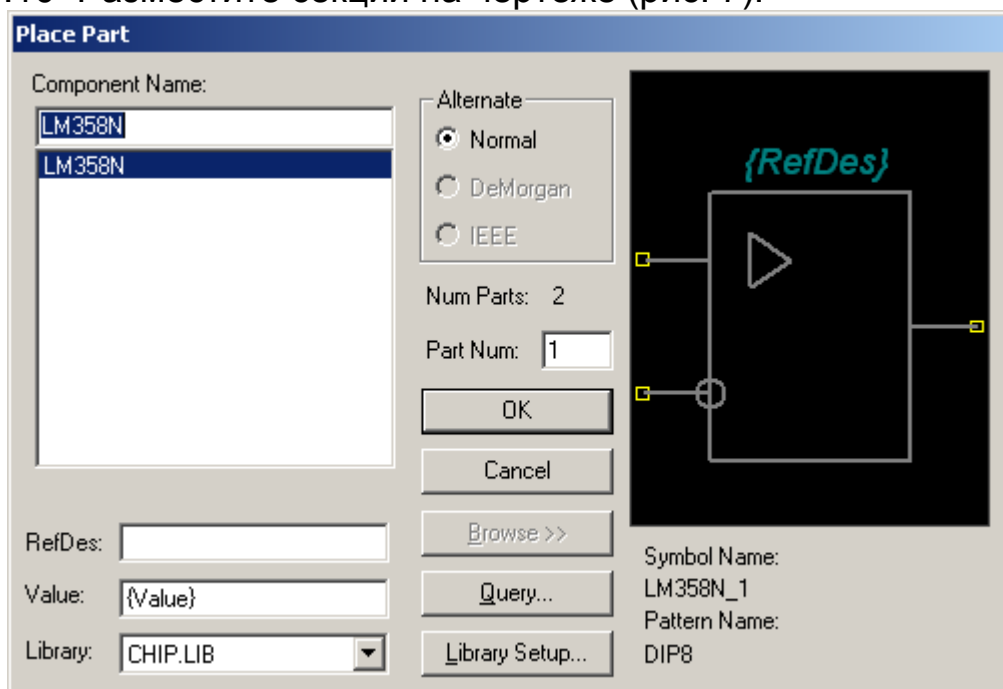

Рис. 5 Выбор первой секции ИМС LM358N из библиотеки
- 4.6 После того, как все правильно настроено (рис. 5), нажмите **OK** и поместите элемент на чертеже.